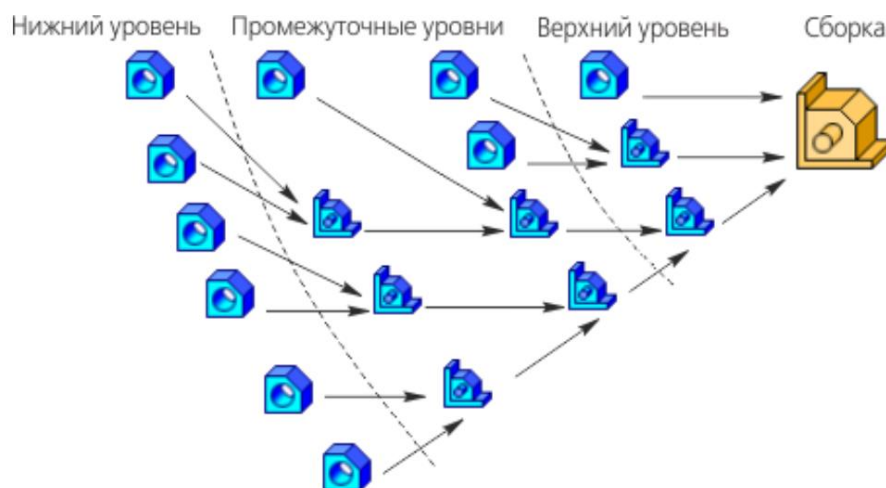

Рис. 6.2. Схема проектирования снизу вверх
*Проектирование снизу вверх (Рис. 6.2.)*